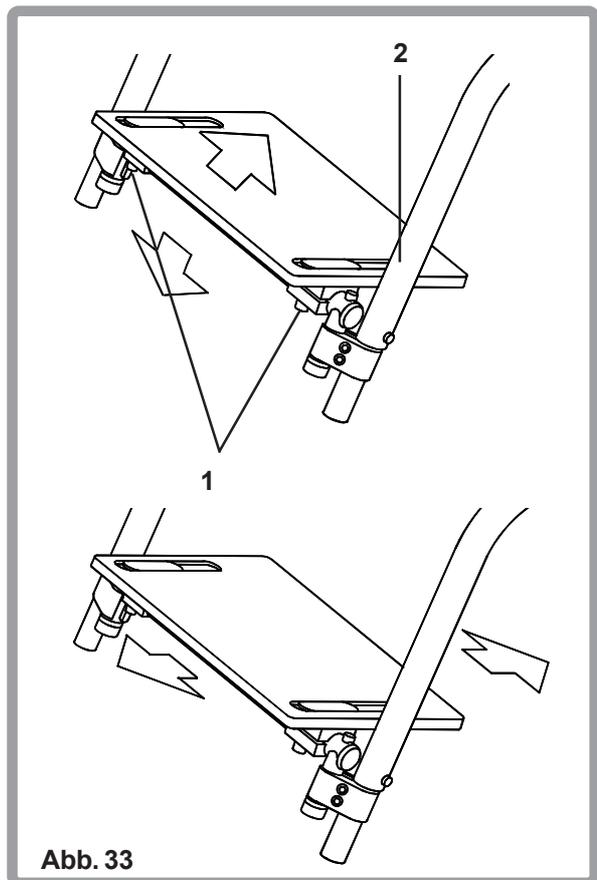

Abb. 33
Zum Verstellen des Winkels (Abb. 33) lösen Sie die 4 Schrauben (1) und bringen Sie die Fussplatte (2) in die gewünschte Position. Nun ziehen Sie die Schrauben (1) wieder an.
Um die Fussplatte nach hinten oder vorne zu versetzen (Abb. 33), lösen Sie die 4 Schrauben (1) und schieben die Fussplatte (2) vor- oder rückwärts in die gewünschte Position. Nun ziehen Sie die Schrauben (1) wieder an.